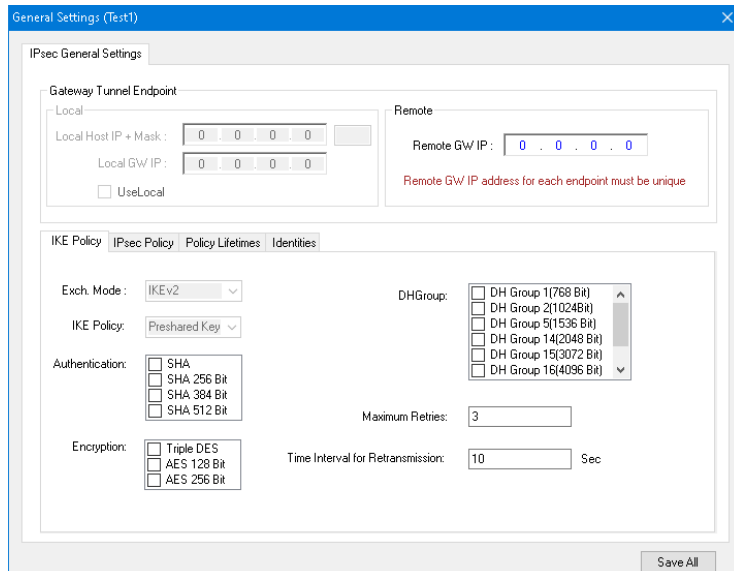

Figura 3-16 Pantalla de ajustes generales de IPsec
4. Seleccione un Punto Final disponible en la pantalla "Configuración de Punto Final" y luego seleccione **Edit**. IPScom mostrará la pantalla de "Ajustes Generales IPsec" (Figura 3-16), que permite al usuario configurar los ajustes de seguridad IPsec, incluida la política IKE (Intercambio de Clave de Internet), de directivas IPsec, Política de Tiempos de Vida e Identidades.